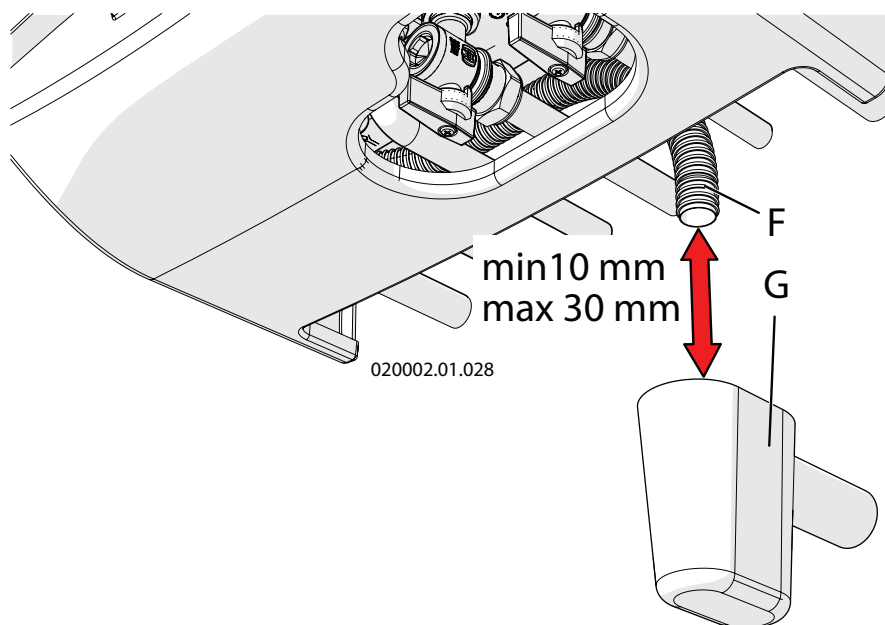

Figura 5-7 - Imbuto sifonato (a richiesta)
ATTENZIONE!!! Tale terminazione deve essere convogliata in un ulteriore sifone antiodori (Figura 5-7 particolare "G") in modo da prevenire il ritorno di cattivi odori in ambiente (il sifone antiodori "G" è fornito su richiesta).
- 2.-il tubo "F" deve poi essere portato al sifone antiiodori (particolare "G" Figura 5-7). Tale scarico con sifone è atto ad evitare sovrappressioni in caso di apertura della valvola e da modo all'utente di verificarne l'eventuale intervento.
Il tubo "F" di Figura 5-7 è fornito montato di serie insieme alla vaschetta "A". Il sifone antiiodori "G" di Figura 5-7 è fornito su richiesta.